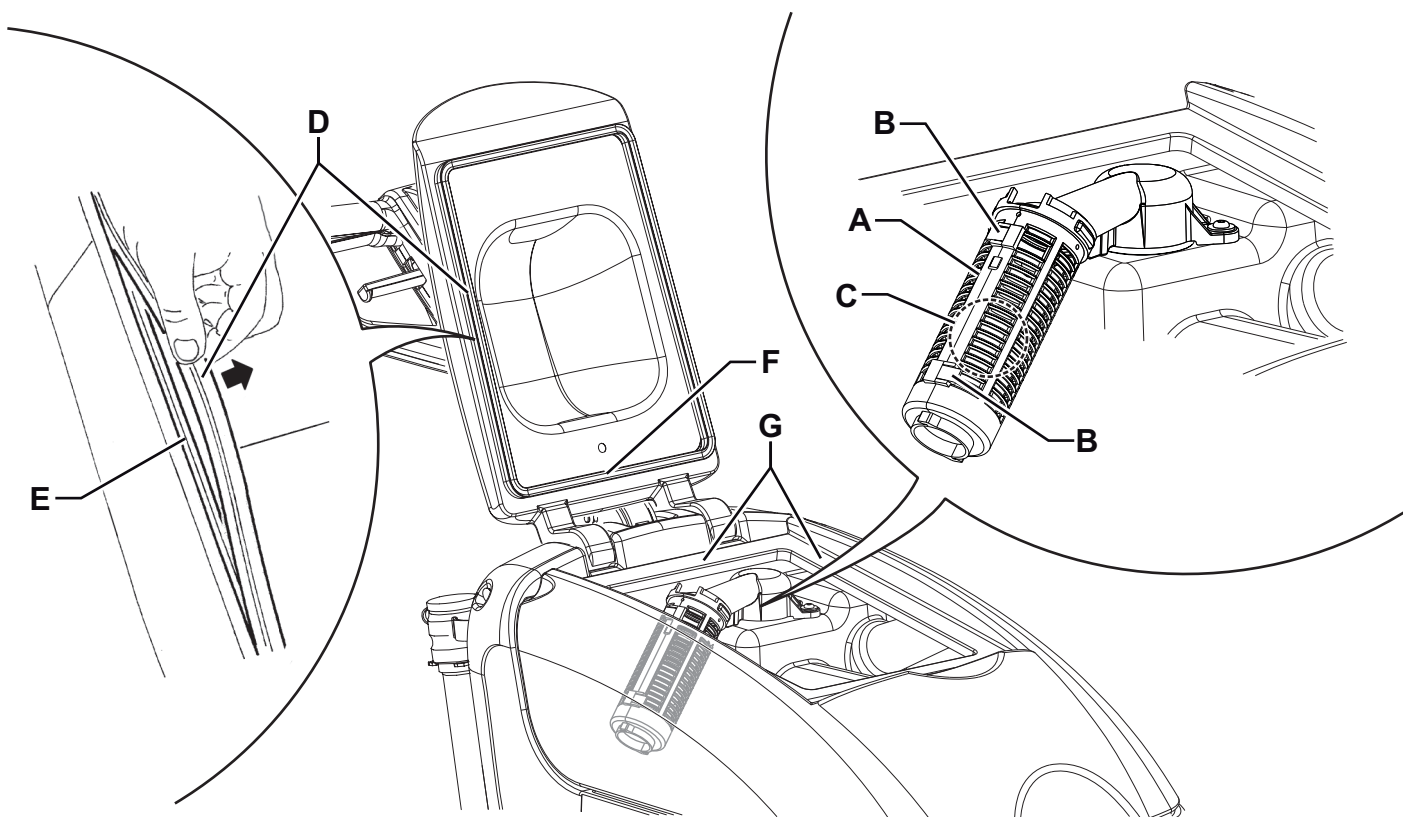

Figure 8
2. Contrôler que la manette (62) soit en position «0».
3. Ouvrir le couvercle du réservoir de l'eau de récupération (41), nettoyer et laver à l'eau propre le couvercle, les réservoirs (30) et (31) et la grille d'aspiration (46). Vider l'eau des réservoirs à l'aide du tuyau de vidange (16) et du tuyau (18).
4. Si besoin est, dégager les dispositifs de retenue (B, Fig. 8), ouvrir la grille (A), récupérer le flotteur (C) et nettoyer soigneusement ; enfin reposer en place.
5. Contrôler l'intégrité du joint d'étanchéité (D) du couvercle du réservoir de l'eau de récupération.